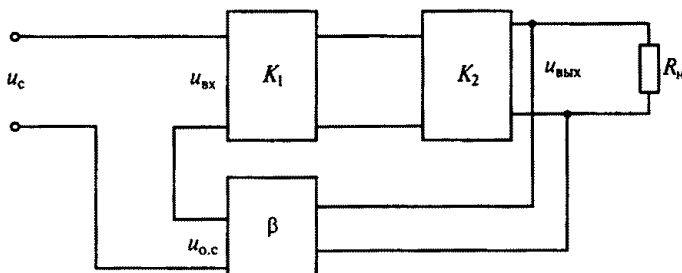

Рис. 208
8.29.Р. В схеме двухкаскадного усилителя с коэффициентами усиления $K_1 = 4$ и $K_2 = 25$ введена отрицательная обратная связь с коэффициентом передачи $\beta = 0,1$ (рис. 208). При этом общий коэффициент усиления усилителя K увеличился на 10%. Как в этом случае изменятся свойства усилителя, охваченного обратной связью?